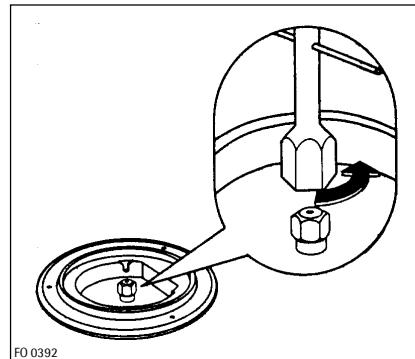

Abb. 4
- 3) Mit einem 7-Steckschlüssel die Düsen aufschrauben (Abb. 4), abnehmen und durch die, dem verwendeten Gas entsprechenden Düsen ersetzen (siehe Technische Daten);